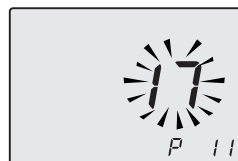

Figura 5.56
- Nel display si alternano le scritte **P11 - SEt** (Figura 5.56).